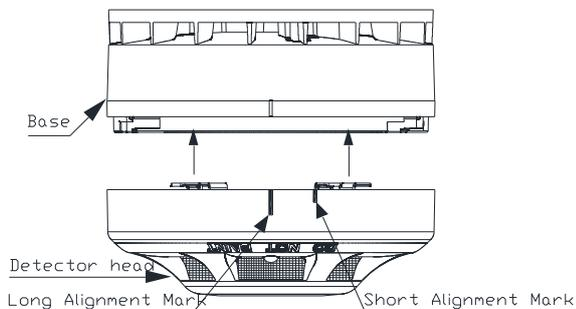

Рис. 3 – установка извещателя на светозвуковую базу
1. Совместите метку совмещения на извещателе с короткой меткой совмещения на основании (см. рис. 3)